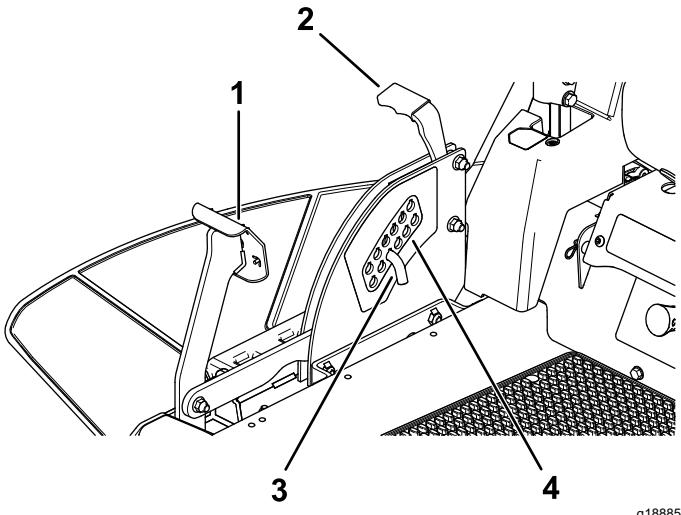

Figura 38
- Empurre o pedal de elevação da plataforma com o pé e suba a plataforma de corte até à posição de bloqueio de transporte (bem como a posição da altura de corte de 114 mm) como mostra a Figura 38.
- Para ajustar, remova o pino do suporte da altura de corte (Figura 38).
- Selecione um orifício no sistema da altura de corte que corresponda à altura de corte desejada e insira o pino (Figura 38).